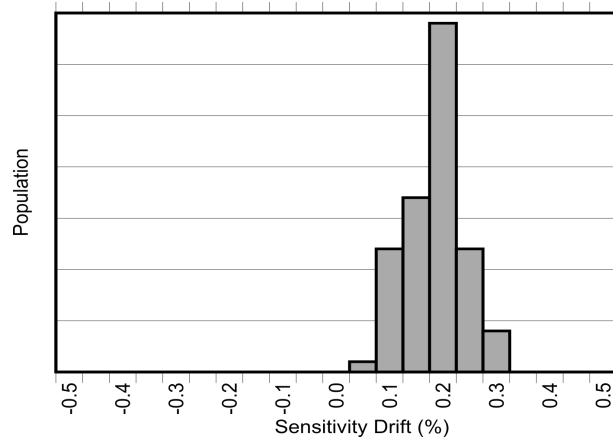
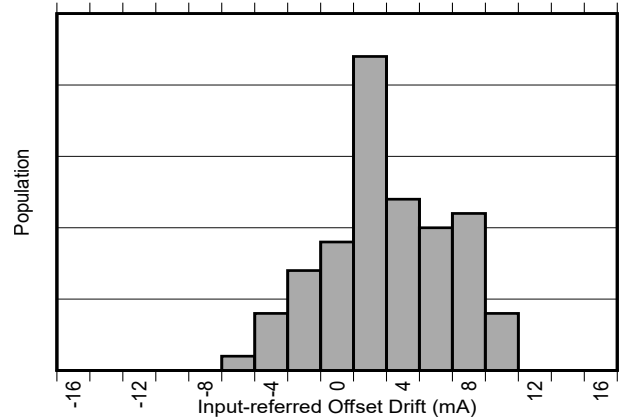

図 8-3. AEC-Q100 高温動作寿命ストレス テスト後の
図 8-4. AEC-Q100 高温動作寿命ストレス テスト後の
一般的な磁気電流センサでは、温度ドリフトが大きいことに加え、デバイスの寿命全体の経年劣化により、感度に 2%～3%のドリフトもさらに影響されます。TMCS1126-Q1 で温度ドリフトを低減するために使用されているのと同じ独自の補償技法も使用されます。これにより、特に動作温度が高いときに、ストレスや環境条件による経年変化による寿命ドリフトを大幅に低減できます。電气的特性に示すように、TMCS1126-Q1 は標準 3 ロットの AEC-Q100 認定において、130°C、相対湿度 (RH) 85% での高度加速ストレス試験 (HAST) の後、業界をリードする寿命感度ドリフトを実現しています。AEC-Q100 認定の規定に準じた 1000 時間に及ぶ 125°C の高温動作寿命ストレス テストの後、電气的特性で規定される範囲内の低感度およびオフセットのドリフトも確認されています。これらのテストは、デバイスの寿命全体での標準的な動作を模倣しており、標準的な磁気電流センサに比べて経年劣化によるデバイス性能の変動が大幅に改善されることを示しています。AEC-Q100 に規定されている 1000 時間 125°C 高温動作寿命ストレステスト後の感度およびオフセットドリフトを、図 8-3 および 図 8-4 に示します。デバイスの動作性能は、デバイスの寿命全体にわたって変化します。このテストは、デバイスの寿命全体にわたる標準的な動作を模倣しており、標準的な磁気センサに比べてデバイスが性能を大幅に向上する可能性があることを示しています。